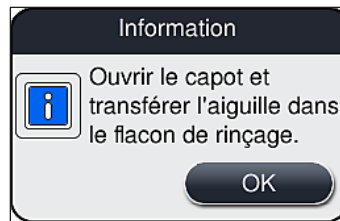

Fig. 96
3. Suivez les instructions du message d'information suivant (→ Fig. 96).
5. Plantez l'unité aiguille (→ Fig. 97-1) dans le flacon de rinçage (→ Fig. 97-3) et accusez réception du message d'information (→ Fig. 96) en appuyant sur **OK**.
4. Tenez compte des messages d'information suivants (→ Fig. 95), (→ Fig. 96) et (→ Fig. 100), et confirmez chacun d'entre eux en appuyant sur **OK**.